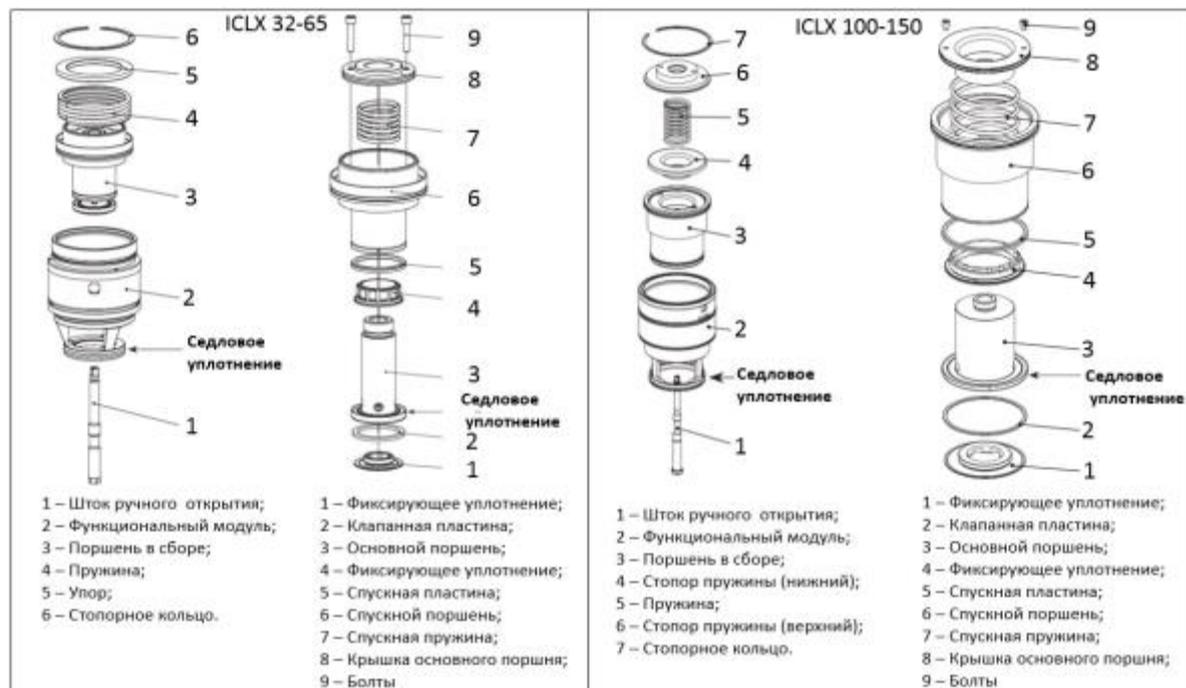
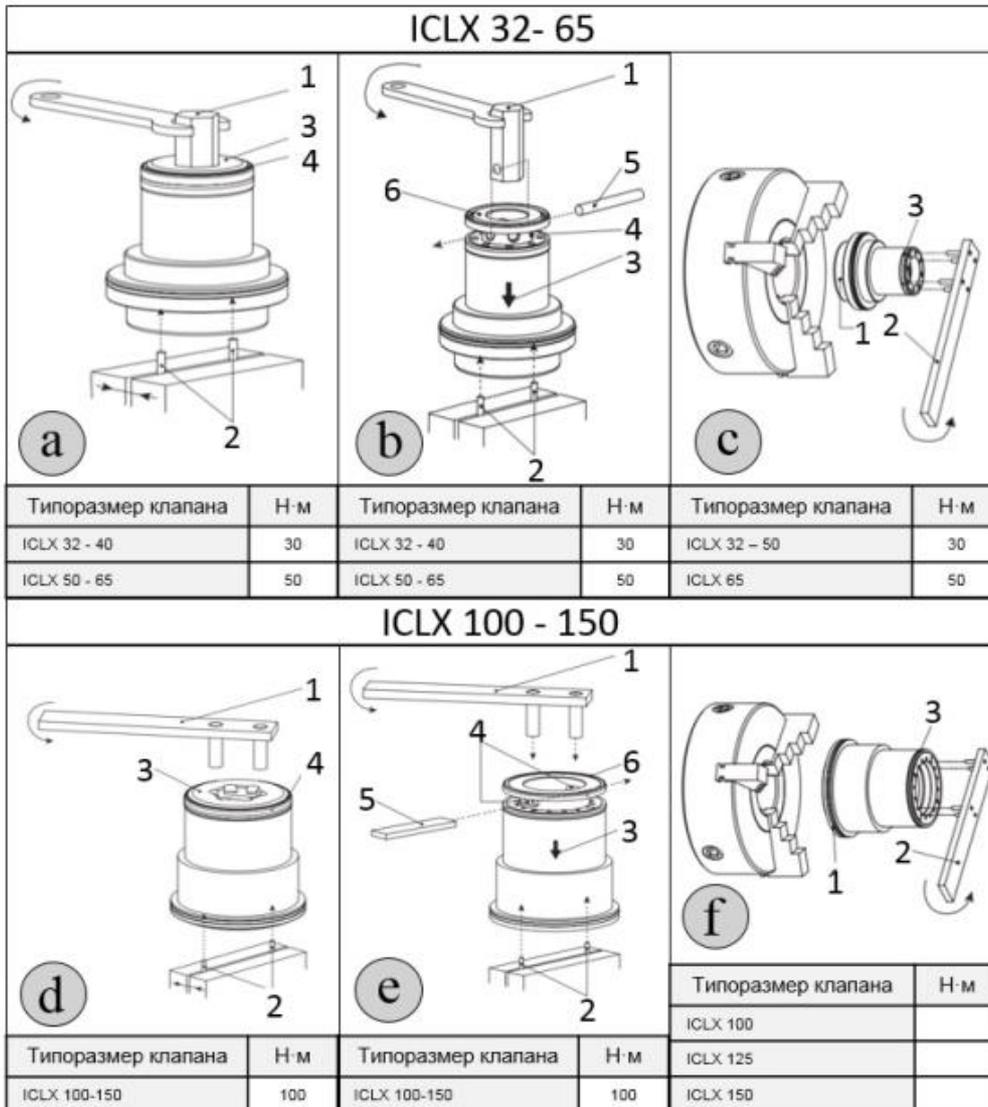
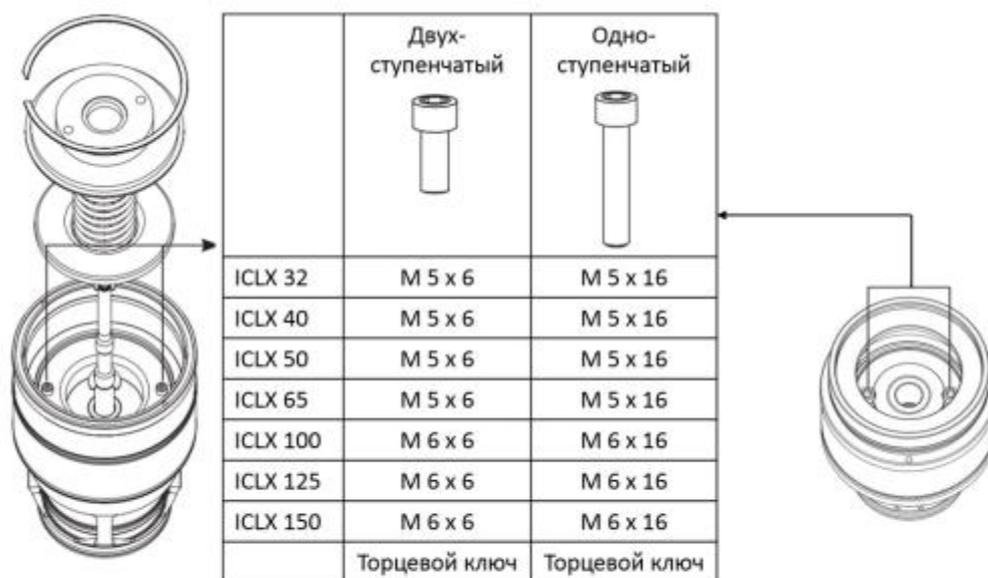

Рис. 4 Функциональный модуль клапана ICLX 32 - 150
Рис. 5 Функциональный модуль клапана ICLX 32 - 150
Рис. 6 Изменение режима открытия ICLX 32 – 150
- Функциональный модуль и поршень в сборе могут быть разобраны в соответствии с рисунком 4. Будьте осторожны при снятии стопорного кольца (рис. 4, поз. 6), т.к оно будет подвергаться воздействию усилия сжатой пружины (рис. 4, поз. 4).
Можно заменить две клапанные пластины из PTFE (рис. 4, поз. 2 и 5) согласно рисунку 5 и следующим указаниям:
Для клапанов типа ICLX 32 – 40 соответствующим инструментом служит пустотелый шестигранник, устанавливаемый на наружный (охватываемый) шестигранник (рис.5а)
Для обеспечения стопа при отвинчивании фиксирующего уплотнения рекомендуется установить два закрепленных в тисках стальных шплинта (рис. 5а и 5d, поз. 2), которые подходят для охватывающих шестигранных отверстий под болты с шестигранной головкой (рис. 4, поз. 9).
Для разборки последнего фиксирующего уплотнения рекомендуется использование оправки с трехточечным упругим креплением, чтобы предотвратить деформацию поверхностей (рис. 5с и 5f). Осторожно закрепите поверхность (поз.1) спускового поршня на оправке. Зафиксируйте оправку во избежание ее вращения и отвинтите фиксирующее уплотнение предназначенным для этого инструментом (поз.2).
- Для клапанов ICLX 32 – 65. Заменить два болта (рис. 4, поз. 9), при этом функциональный модуль остается в корпусе клапана.
- Для клапанов ICLX 100 – 150. Снять стопорное кольцо, верхний стопор пружины, пружину и нижний стопор пружины (рис. 6). Заменить два болта (рис. 4, поз. 9), при этом функциональный модуль остается в корпусе клапана.
- Длина двух болтов соответствует желаемой характеристике клапана и должна задаваться в соответствии с таблицей (рис. 6).